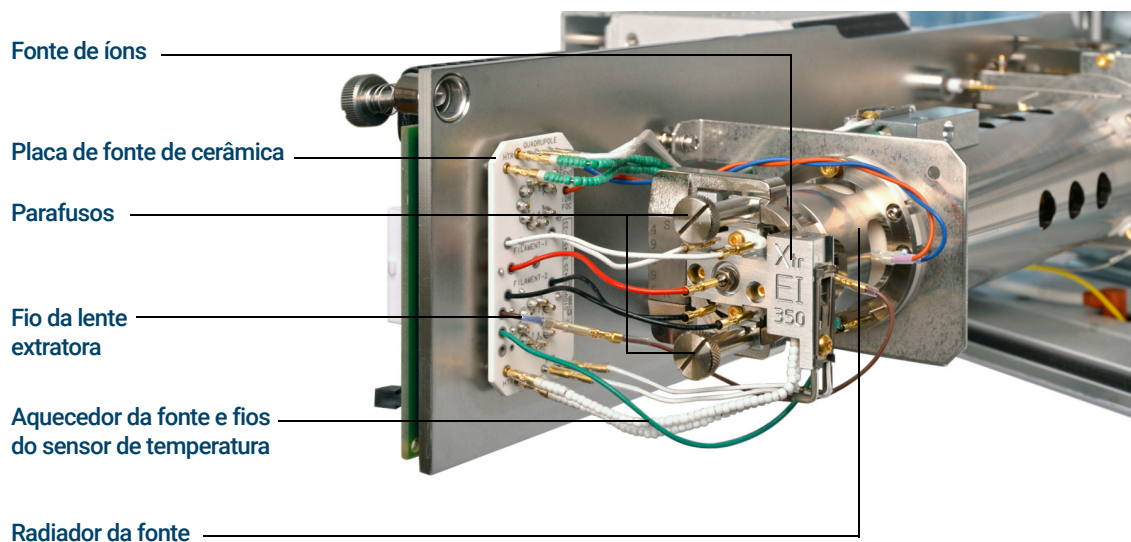

Figura 65. Instalação da fonte EI
- 1 Deslize a fonte de íons para dentro do radiador da fonte. (Consulte **Figura 65.**)
- 2 Instale e aperte manualmente os parafusos da fonte. Não aperte demais os parafusos de aperto manual. (Consulte **Figura 65.**)